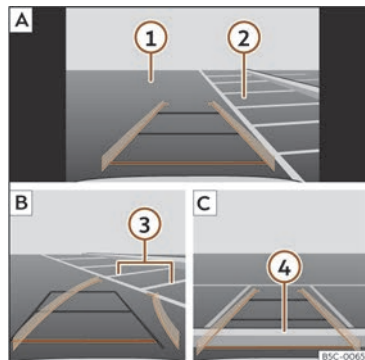

Fig. 197 Visualització a la pantalla del sistema d'Infotainment: aparcar amb l'assistent de marxa enrere.
Llegenda de la **fig. 197**:
- Situeu el vehicle davant de l'espai d'aparcament»» fig. 197 ② [A].
- Retrocediu girant el volant de manera que les línies grogues s'introdueixin a l'espai d'aparcament. Les línies verdes i grogues han de coincidir amb les línies de delimitació laterals ③ [B].
- Atureu el vehicle quan la línia vermella hagi arribat a la delimitació del darrere ④ [C].